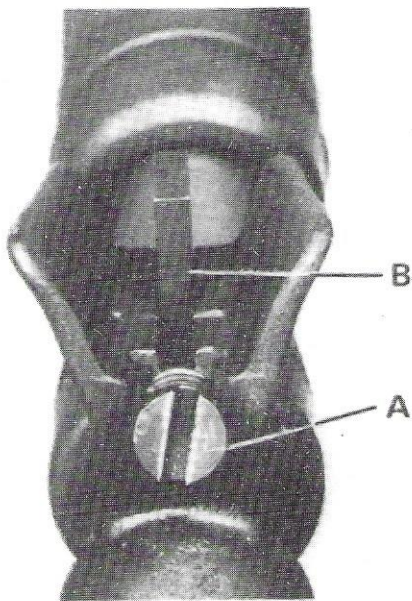

Figure 14 :
- pour le guidon par la coïncidence de sa face postérieure avec les 2 traits gravés sur le support de guidon (fig 14 repère B).
Impacts trop bas : devisser la vis (repère A fig 14) de réglage du guidon à l'aide d'une pièce de monnaie.